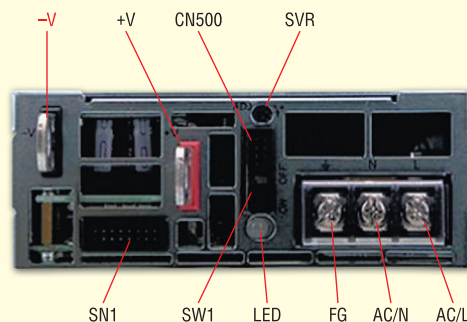

Рис. 10. Передня панель джерела живлення серії DPU-3200
Зовнішній вигляд джерел живлення серії DPU-3200 наведено на рисунку 9. Прилад виконано в металевому корпусі розмірами 325.8 × 107 × 41 мм. Для джерела живлення такої потужності корпус досить компактний. Густина потужності при даних розмірах виходить рівною 37 Вт на 1 дюйм³. За такої густини потужності потрібне інтенсивне охолодження, яке забезпечують вбудовані вентилятори, встановлені на задній поверхні корпусу. На передній поверхні (рис. 10) розміщено: клемна колодка для під'єднання шини живлення (контакти AC/N і AC/L) і «землі» (FG), вихідні шини (-V і +V), інтерфейсні роз'єми (CN1 і CN500), перемикач (SW1), потенціометр (SVR) та індикаторний світлодіод (LED).